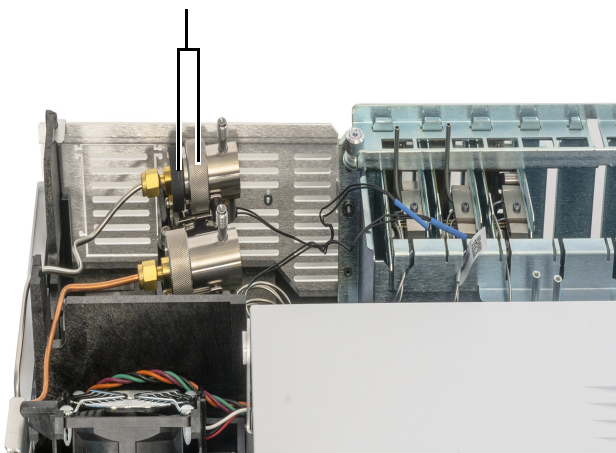

図 22. ローレットナットを緩める
- 4 図 22 に示すように、スプリットベントトラップを固定しているローレットナットを完全に緩めます。